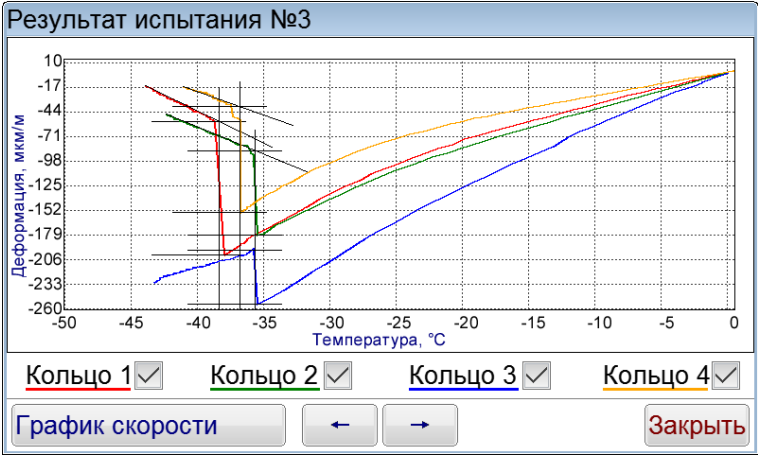

Рисунок 19 – Просмотр графика деформации
4.5.4 Для просмотра графика деформации нажать кнопку [График деформации] (см. рисунок 19).
4.5.5 Для просмотра графика скорости охлаждения камеры нажать кнопку [График скорости] (см. рисунок 19).